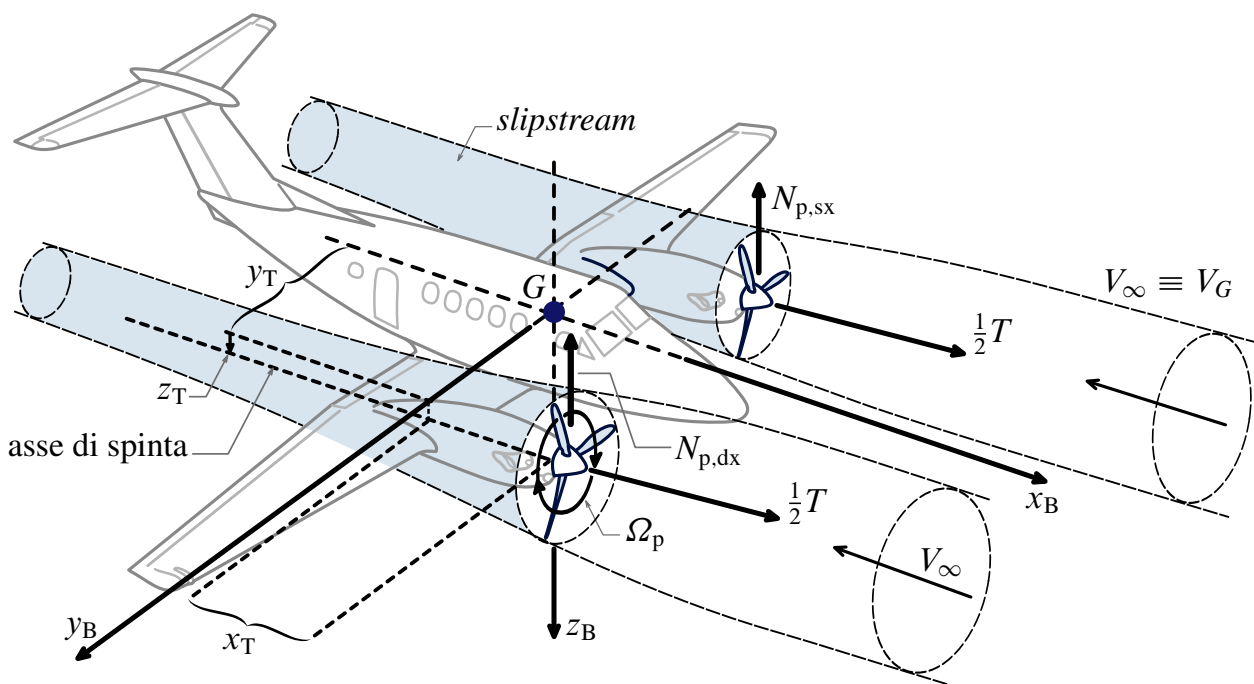

Figura 1 Velivolo bimotore. Nomenclatura delle grandezze che caratterizzano i due moto-propulsori.
Tabella 6 Dati del sistema propulsivo. Si veda la figura 1. (velivolo *bimotore* a elica, propulsori alari).
(2) Velivolo in condizione di volo orizzontale, equilibrato, ad ali livellate, ad una velocità $V = 200 \text{ km/h}$. Ciascuna elica produce, oltre ad un'aliquota di spinta, anche una forza N_p appartenente al piano del disco e diretta verso l'alto (figura 1). Tale forza si esprime adimensionalmente come $C_{N_p} = N_p / (q_\infty S_p)$, con S_p l'area del disco dell'elica. Nella tabella 6 è dato il gradiente $dC_{N_p} / d\alpha_p$, dove α_p è l'angolo d'attacco della corrente in corrispondenza del disco dell'elica.